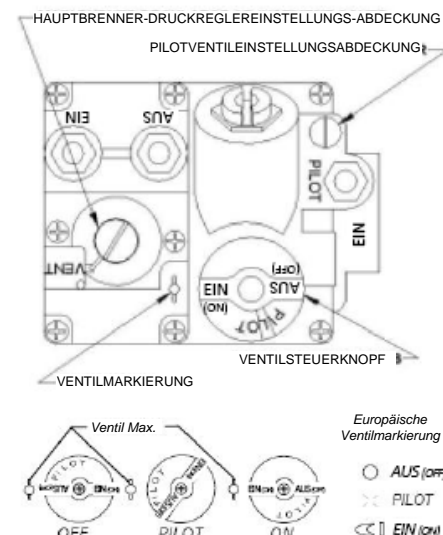

Abb. 6. Gassteuerventil- und -knopfpositionen
4. Drehen Sie den Gassteuerknopf, um die Einstellung PILOT an der Ventilmarkierung auszurichten. Abb. 6 zeigt die möglichen Gassteuerventilknopfpositionen.